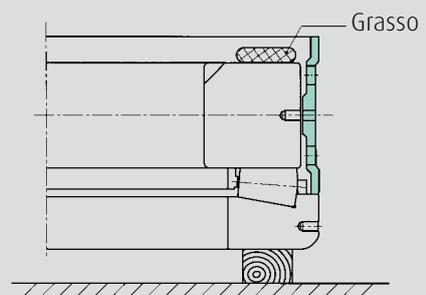

Fig. 3.41
4. Posizionare il distanziale dell'anello esterno, rivestito con un velo di grasso, sulla superficie terminale dell'anello esterno (orletto). (Fig. 3.41)